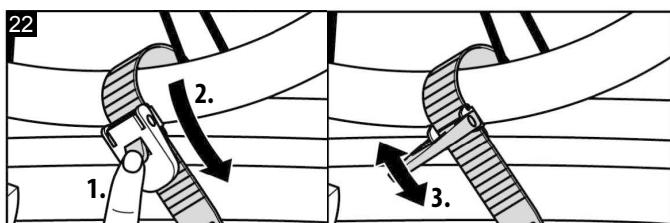

Figure 22: sangle de serrage jante
Placez les courroies de serrage des supports de roue autour de la jante de la roue (1) et insérez la courroie de serrage dans la fermeture. Serrez la courroie de serrage à l'aide du levier (2), figure 22.